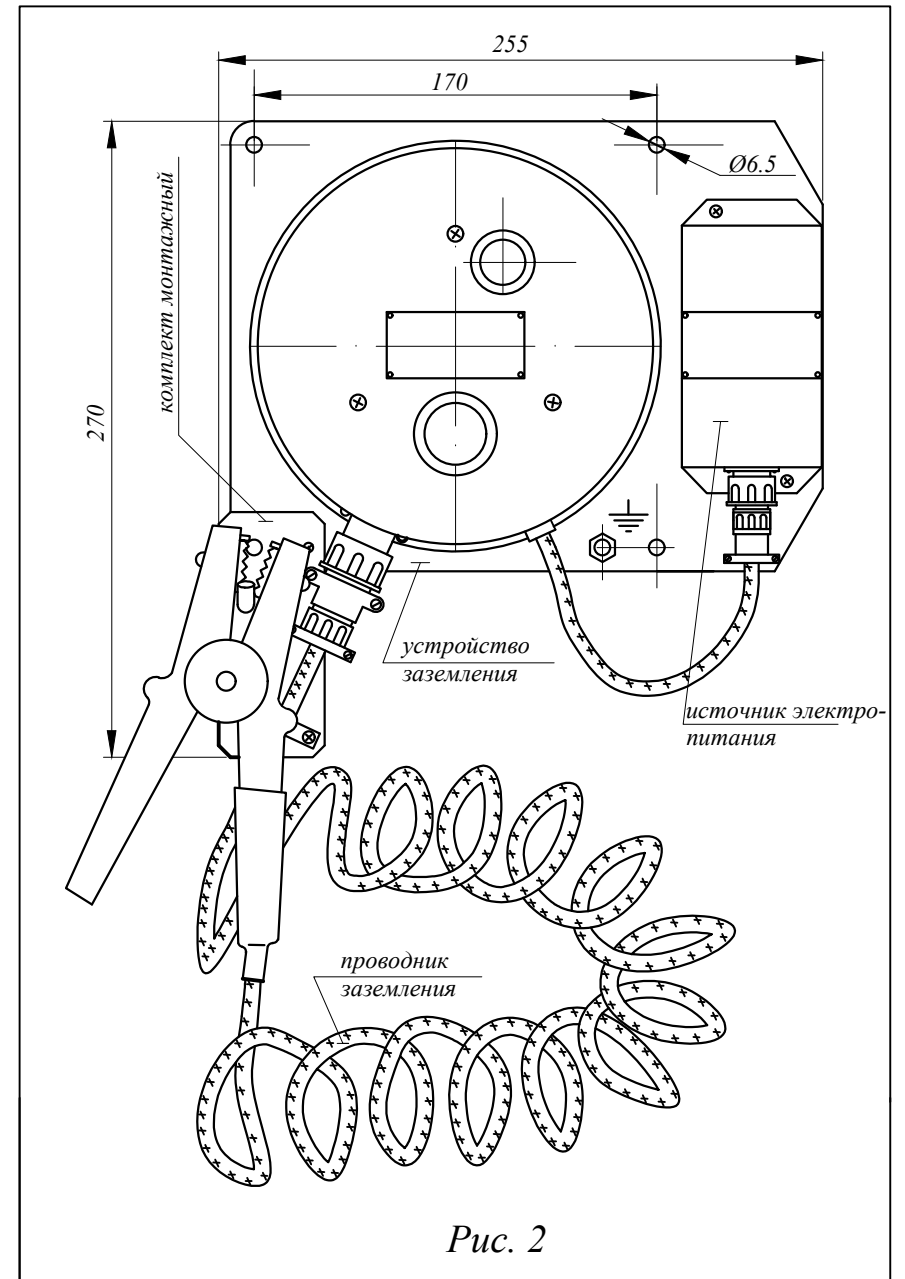

Рис. 2
8.3 Автономный источник питания должен быть надёжно закреплен (2 винта М4) на основании устройства заземления и, с помощью разъема, подсоединен к нему. Схема подключения приведена на рис.2.